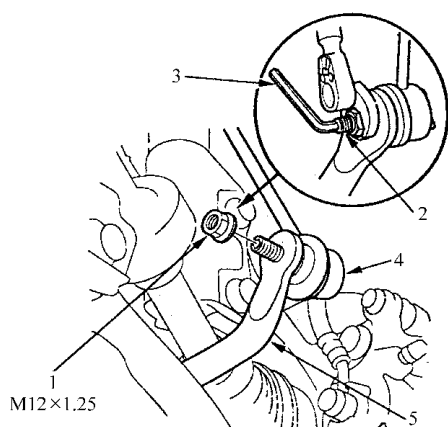

图 7-25 拆卸稳定器连接件
12) 用六角扳手夹住球头销,如图 7-25 所示,拆卸自锁螺母,然后,从稳定器杆上断开稳定器连接件。